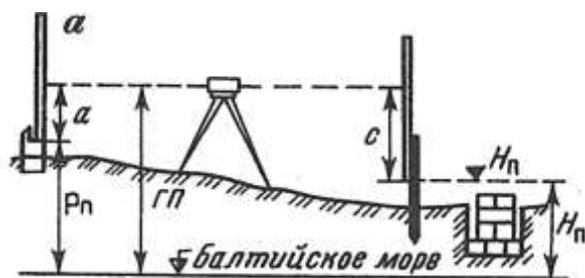

Рис. 2. Схема разбивки и контрольных высот фундамента
5. Выставьте проектную высоту верха фундамента на обноске (рис. 2), если высота репера $P_n = 11,394$, отсчет по рейке $a = 1016$, проектная высота фундамента $H_n = 9,789$.